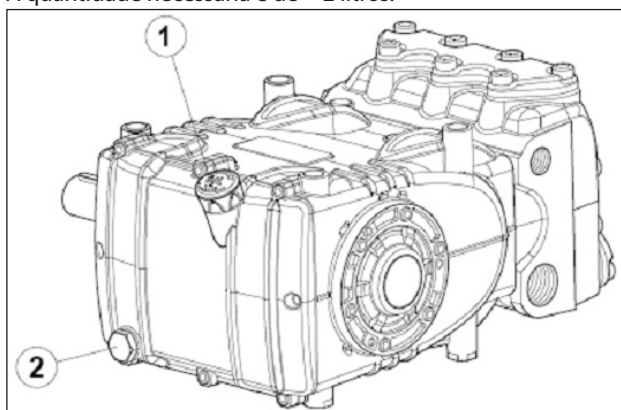

Fig. 3
Verifique o nível de óleo, e se necessário, reabasteça. A partir da haste do nível de óleo pos. ①, Fig. 3. O controle correto do nível do óleo é realizado com a bomba em temperatura ambiente, a troca do óleo é executada com bomba em temperatura de trabalho, removendo: a haste do nível do óleo pos. ① e, em seguida, o tampão pos. ②, Fig. 3. O controle do óleo e da troca são efetuados conforme indicados na tabela da Fig. 14, capítulo 11. A quantidade necessária é de ~ 2 litros.
Prepare a instalação, de modo que não supere de modo algum os **100 °C** (212 °F) de temperatura do óleo durante o funcionamento da bomba. Use uma sonda de temperatura para introduzir no interior do dreno do óleo, pos. ② Fig. 3. Veja manual de "PROTEÇÃO CONTRA EXPLOSÃO ATEX".